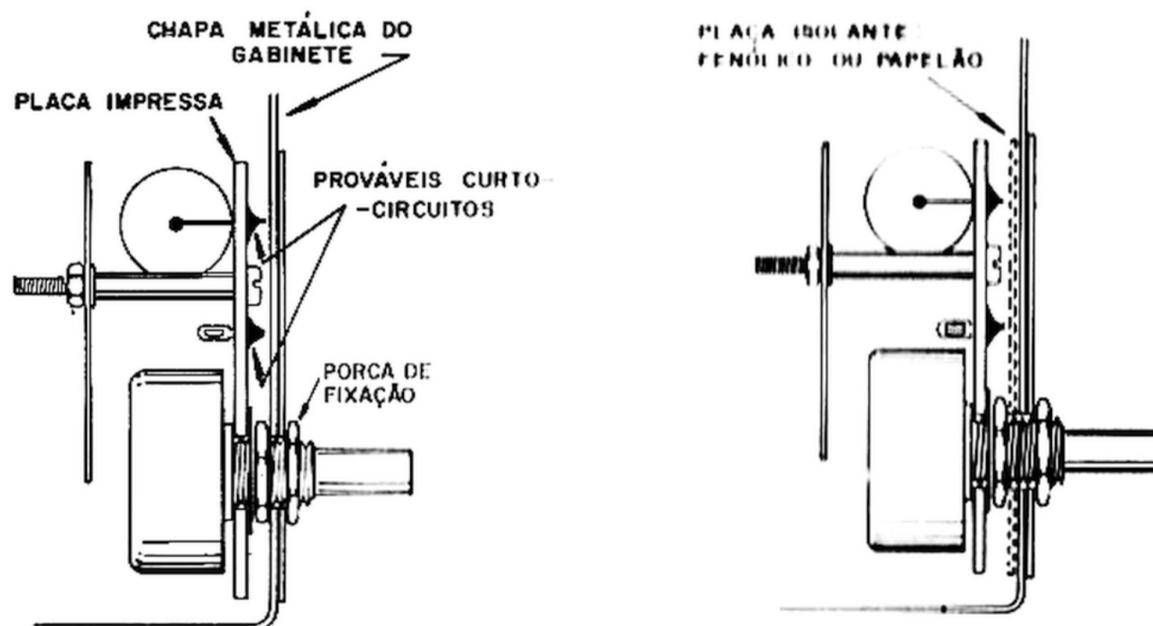

Figura 20
- 4 - Verifique a distância entre a chapa de fiação impressa e a parte frontal do gabinete metálico. Nenhuma parte metálica do circuito impresso deve ficar a menos de 3mm da chapa do gabinete (ver figura 20).